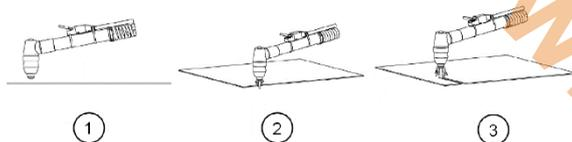

Рисунок 2.4. Рез с края листа.
10. Поднесите плазматрон к заготовке, дотроньтесь соплом до заготовки. Нажмите кнопку на плазматроне – появится основная дуга. Начинайте процесс резки (См. рис. 2.4. и 2.5.).